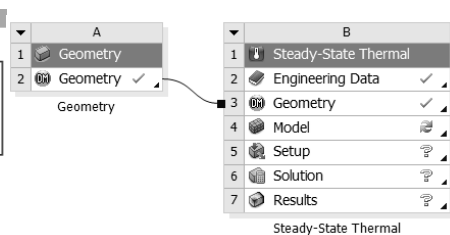

图 15-8 项目数据共享
Step2: 此时会出现如图 15-8 所示的项目 B，同时在项目 A 的 A2 (Geometry) 与项目 B 的 B3 (Geometry) 之间出现一条连接线，说明数据在项目 A 与项目 B 之间实现共享。